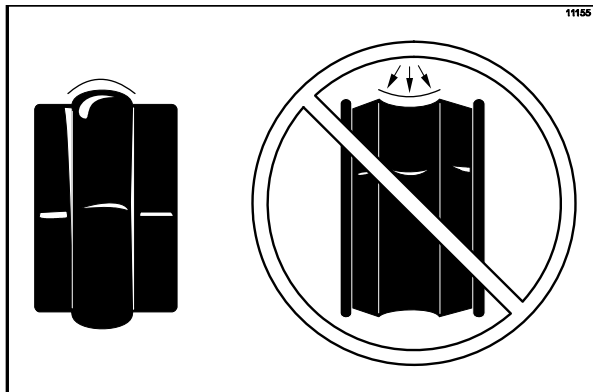

Рисунок 120
**Примечание:** чтобы гарантировать отсутствие утечек смеси через заднюю часть морозильного цилиндра, средняя часть опорного уплотнения должна быть выпуклой, или должна выходить за пределы уплотнения снаружи. Если средняя часть опорного уплотнения имеет вогнутую форму, или выходит за пределы уплотнения - такое уплотнение следует перевернуть. (См. рис. 120)